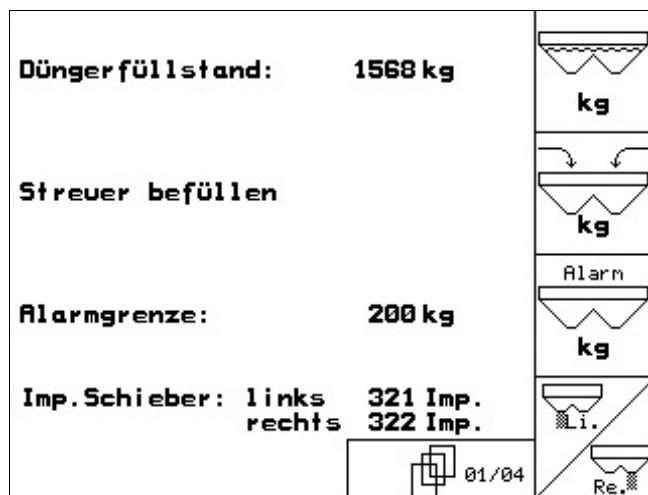

Fig. 86
- Menú Datos de Máquina página uno (Fig. 86).